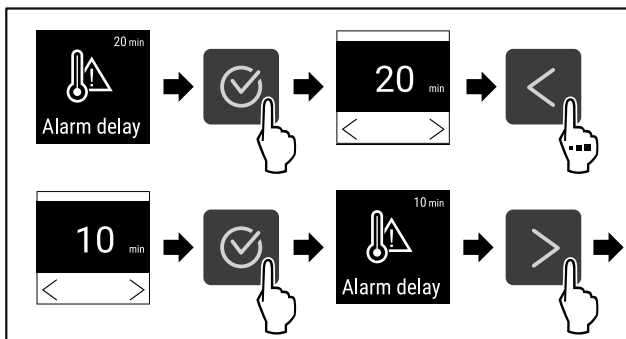

Fig. 128
- ▶ Провести етапи операцій (див. Fig. 128) .